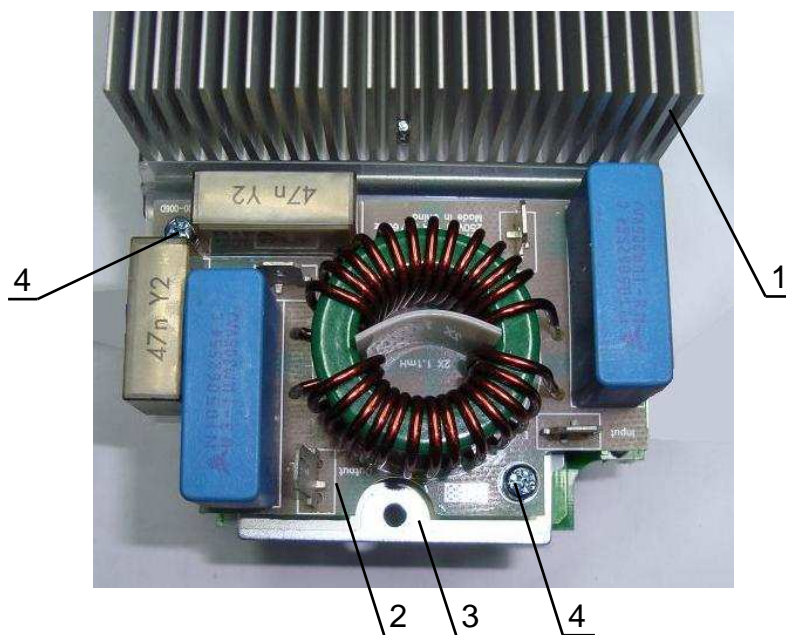

Рис. 7.2
7.1.2. Перевернуть сборку так, чтобы радиатор 1 находился вверху (рис. 7.2). Установить прокладку на пластину 3, совместив отверстия прокладки со стойками пластины. Взять плату 2, совместить отверстия платы с резьбовыми отверстиями в стойках на пластине 3. Закрепить плату двумя винтами 4.